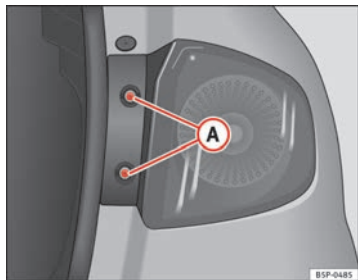

Abb. 192 Standlicht /
- Drehen Sie die Schrauben ⇒ Abb. 192 **A** heraus.